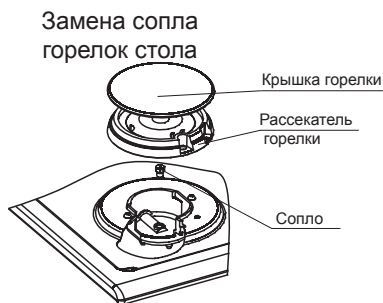

рис. 21
26.1. Проведение замены сопла при ремонте, а также при переводе на другой тип газа (рис.21)